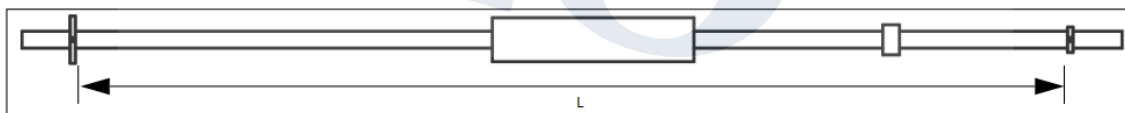

Figura 2: Medida L_0
1. Medida L , seleccione un tubo de metal y mida su longitud a la temperatura ambiente. Esta medida se hace desde el borde interior del disco circular más grande en un extremo hasta el borde interior del disco circular más pequeño en el otro extremo (ayuda: vea la figura 2). Registre sus resultados en la tabla 2.